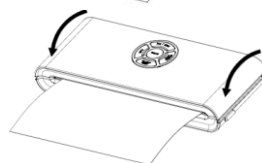

Рис. 3
4. Закройте крышку и нажмите на нее сверху, пока не защелкнутся замки с обеих сторон. — *Рис. 3*